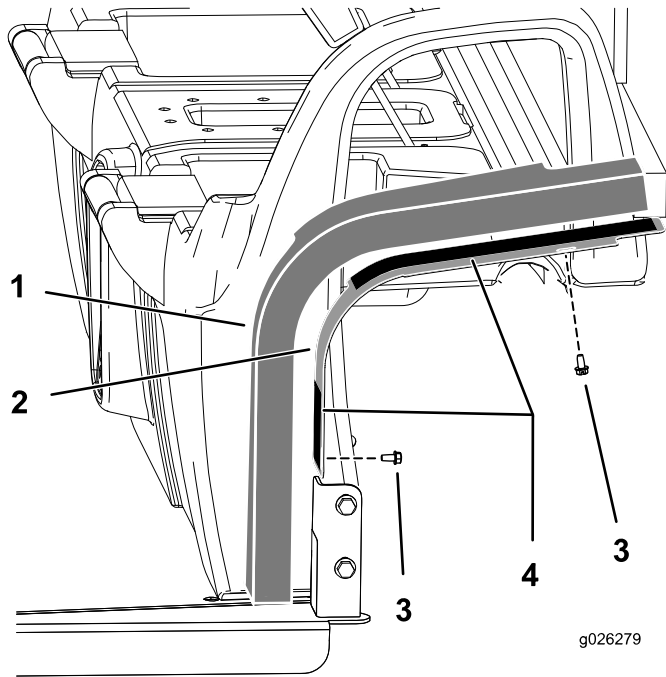

Figure 9
1. Fixez les panneaux latéraux sur la cabine avec 4 boulons ( $\frac{1}{4}$ " ), comme montré à la Figure 9.
3. Retirez la pellicule protectrice du ruban adhésif double face sur les plaques de montage (Figure 9).
4. Montez les panneaux en mousse sur l'ensemble (Figure 9).